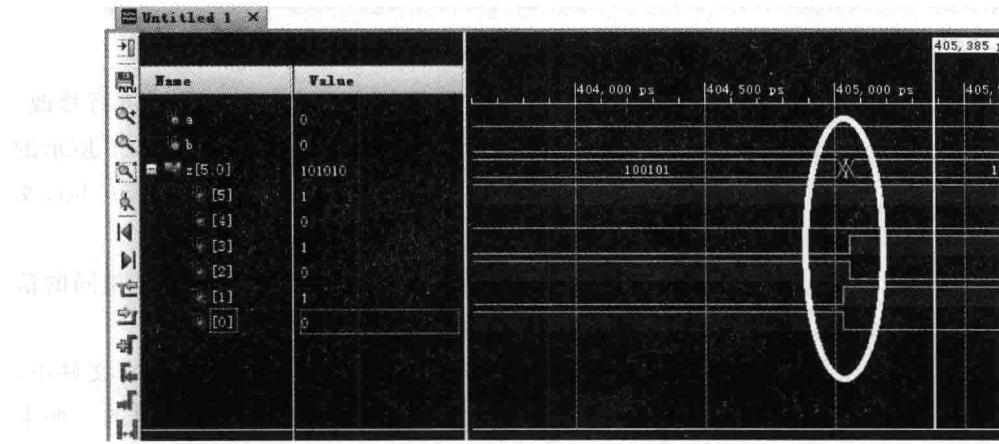

图 2.53 实现后时序仿真波形图
- (4) 如图 2.53 所示，出现仿真后的波形界面。在其左侧一列的工具栏中，单击 (放大)按钮，对仿真波形局部放大，并且调整仿真波形在窗口中的位置。在进行适当调整后，出现实现后的仿真波形界面。